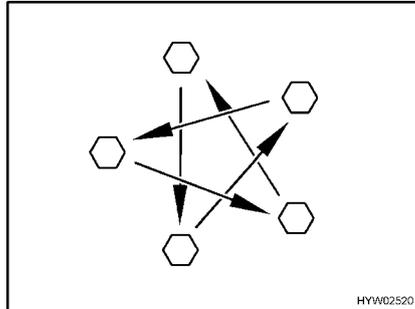

Fig. 169 Apretar las tuercas o los tornillos de las ruedas en forma de cruz
- Comprobar periódicamente que las tuercas o tornillos de las ruedas estén firmemente apretados. Volver a apretar las tuercas de rueda o los tornillos de rueda de una rueda cambiada después de 50 km (Fig. 169). Par de apriete, véase apartado 14.5.2.
- Al utilizar llantas nuevas o recién pintadas, reajustar además las tuercas o tornillos después de 1 000 a 5 000 km aprox (Fig. 169).
- ▷ Apretar en forma de cruz las tuercas o los tornillos de las ruedas (Fig. 169).